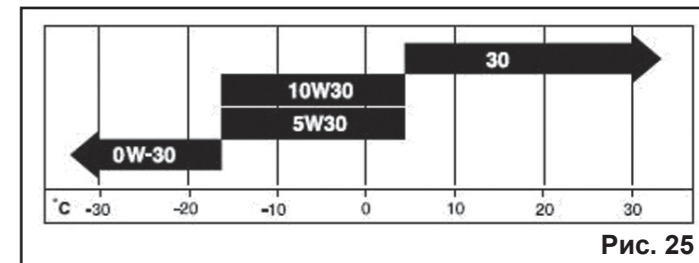

Рис. 25
**Примечание:** Для запуска двигателя и эксплуатации снегоборщика в условиях низких температур (см. диаграмму на рис.25) допускается использование синтетического моторного масла для 4-тактных двигателей вязкостью SAE 5W30.